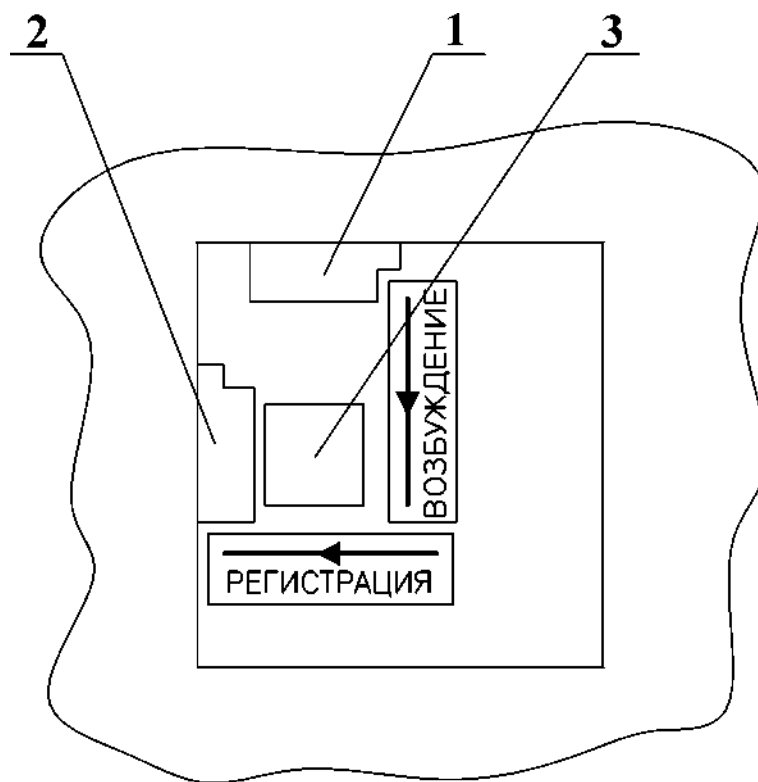

Рис.1.6. Схема кюветного отделения анализатора.
1.2.2.4.3 Кюветы с растворами, проточные хроматографические кюветы, оптические разъёмы и дополнительные светофильтры помещаются в кюветное отделение, изображенное на рис.1.6. Направление распространения света возбуждения и регистрации указано стрелками.